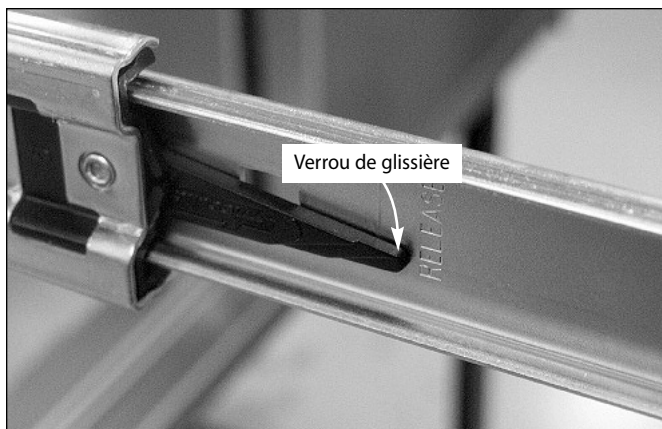

Fig. 7
1. Une fois l'appareil inspecté, retirez les tiroirs gauches en tirant jusqu'à ce que le verrou de glissière soit visible. Enfoncez soigneusement le verrou du côté gauche tout en soulevant du côté droit, et tirez les tiroirs pour les sortir complètement du châssis (Fig. 7).